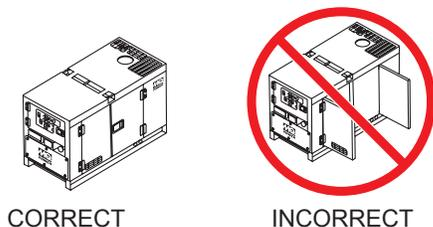

Figure 25. Portes de l'enceinte du moteur
4. Fermer toutes les portes de l'enceinte du moteur (Figure 25).